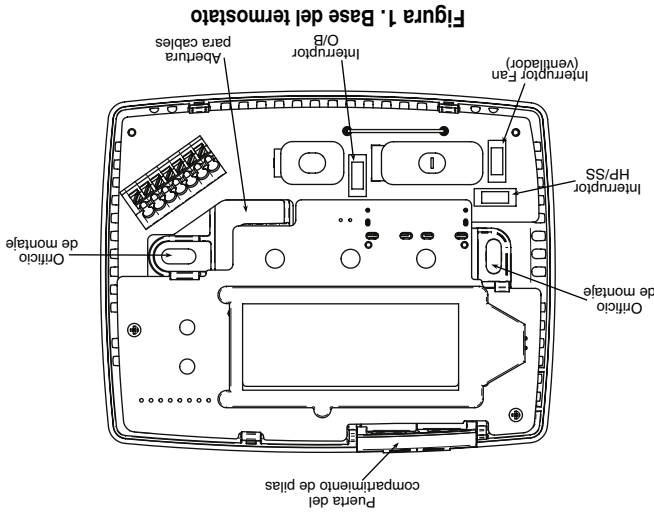

Figura 1. Base del termostato
2. Coloque la base sobre el orificio de la pared y marque las ubicaciones de los orificios de montaje usando la base como plantilla (vea la figura 1).
Interruptor HP-SS - Si su sistema es una bomba de calor, el interruptor HP-SS debe colocarse en interruptor HP (vea la figura 1). Si su sistema es de una sola etapa, el interruptor debe colocarse en SS.
Interruptor Fan - Para sistemas de calor eléctricos, bombas de calor o cualquier sistema que requiera que el termostato encienda el soplador en una llamada de calor, coloque el interruptor FAN (figura 1) en la posición ON. Para calentadores de gas o sistemas de calor de emergencia que cuentan con un control de ventilador para encender el soplador (independiente del termostato), coloque el interruptor en la posición OFF.